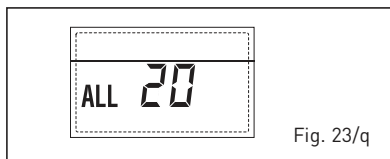

Fig. 23/q
- DELIVERY PROBE BREAKDOWN ERROR FIRST MIXED ZONE "ALL 21" (fig. 23/r)